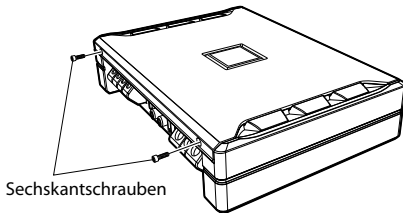

Abb. 1
1. Entfernen Sie die Sechskantschrauben mit dem mitgelieferten Sechskantschlüssel (klein). (Abb. 1)